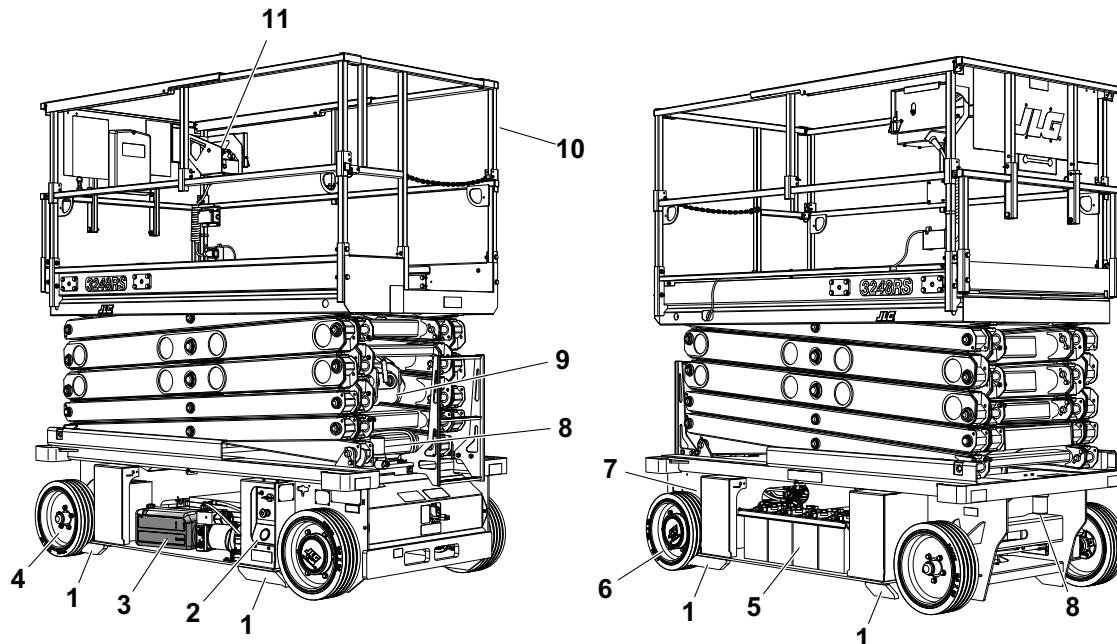

Figura 2-1. Inspeção Visual Diária (Tampas Laterais Removidas) - Todas as Máquinas
- 5. Inspeção Visual** – Consulte a Figura 2-1. na página 2-7.
Inicie a “Inspeção Visual” do item 1; consulte a Figura 2-1. na página 2-7. Continue verificando cada item na sequência quanto às condições descritas na seguinte lista de verificação.